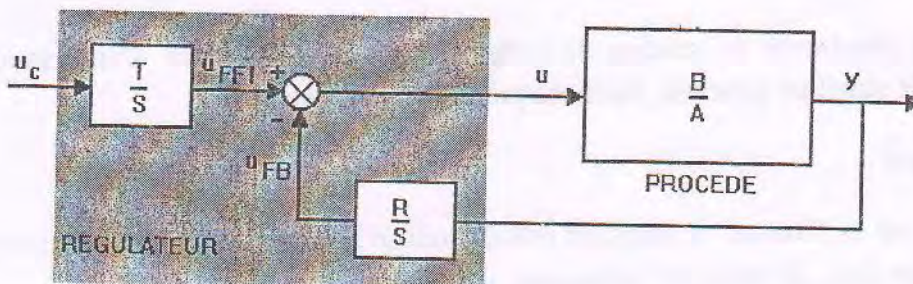

Figure 2 : Régulateur à actions prédictive et rétroactive, de type RST.
- 2) En fonction des éléments précédents, évaluer trois polynômes  $R, S, T$  de façon à obtenir le schéma de commande de la Figure 2, dans lequel le transfert du procédé est représenté par  $\frac{B}{A}$ , où  $A, B$  sont des polynômes en  $q^{-1}$ .